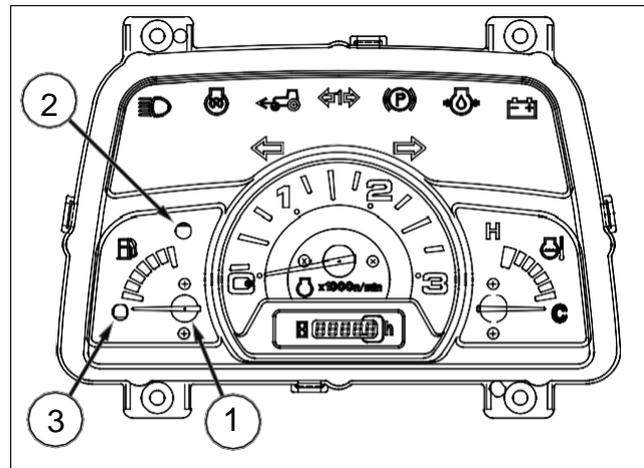

FIG. 40
FIG. 40: El indicador de combustible (1) indica el nivel de gasoil en el depósito de combustible. Cuanto más cerca esté la aguja de "F" (2), más lleno está el depósito. No permita que el indicador de combustible alcance el punto de depósito vacío (3).